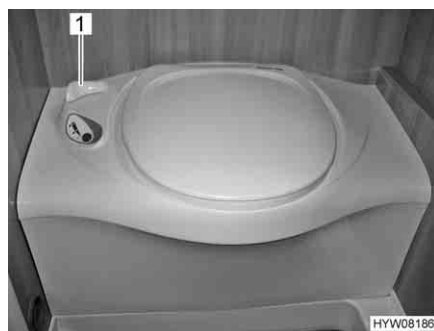

Fig. 226 Toilette Thetford
- Prima di tirare l'acqua, aprire il cursore della toilette Thetford. A tal fine ruotare la leva del cursore (Fig. 226,1) in senso antiorario.
- Dopo aver tirato l'acqua chiudere il cursore. Ruotare la leva del cursore (Fig. 226,1) in senso orario.